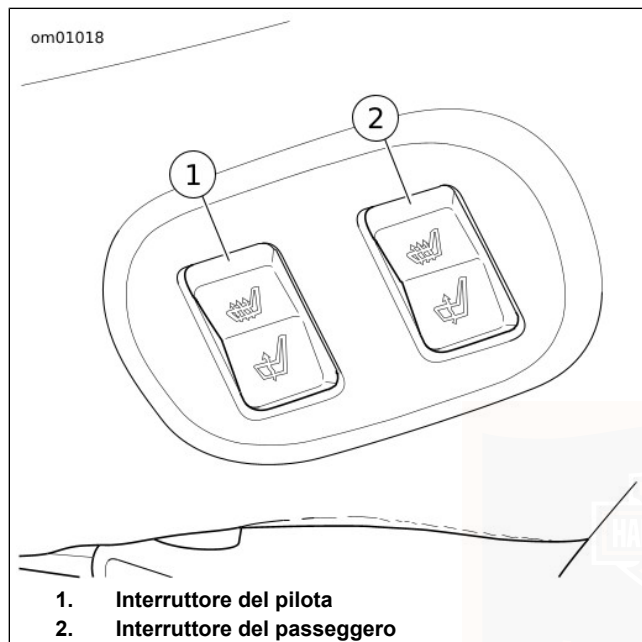

Figura 29. Interruttori di riscaldamento della sella
Vedere Figura 29. I comandi del riscaldamento della sella del pilota (1) e del passeggero (2) si trovano nella parte sinistra della sella.